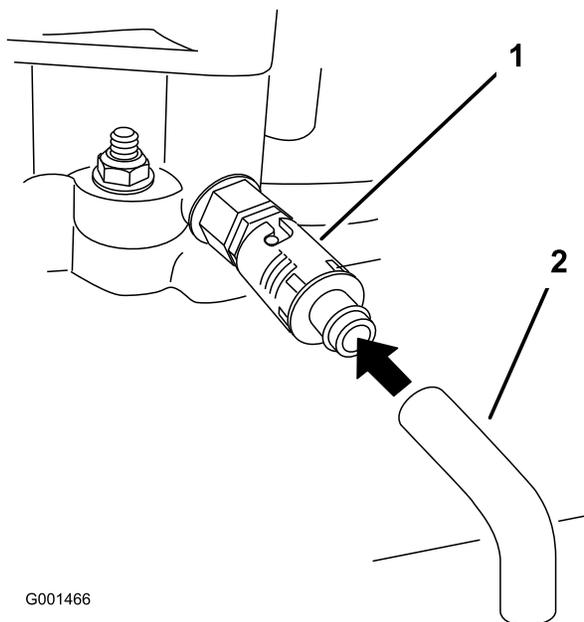

Figura 33
5. Coloque un recipiente debajo del tubo de vaciado. Gire la válvula de vaciado para que se drene el aceite (Figura 33).
7. Retire el tubo de vaciado (Figura 33).